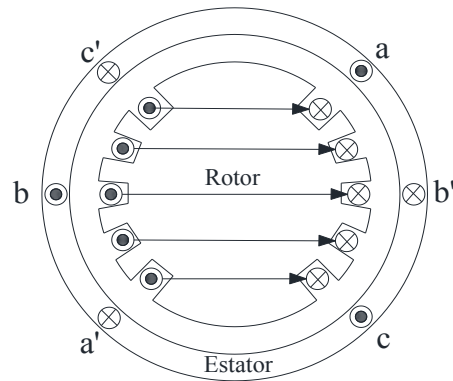

Figura 4.3
-Según la figura 4.3 se muestra el diagrama de este rotor. Si no se toman en cuenta las ranuras en las periferias del rotor, se puede considerar como constante